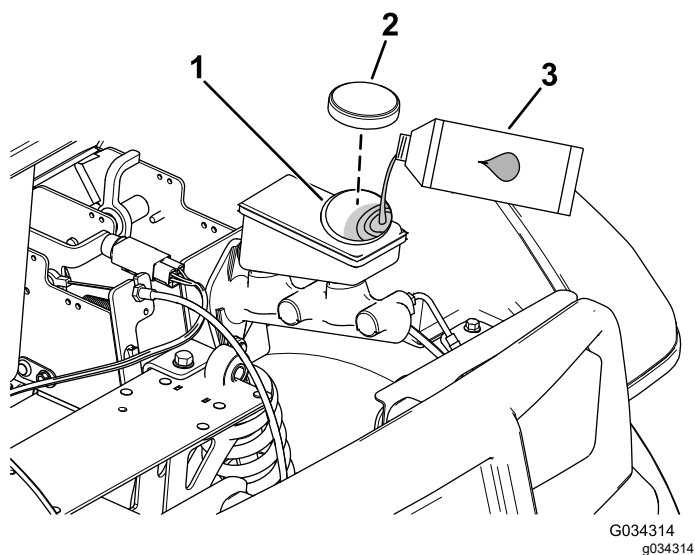

図 52
2. フードを持ち上げてブレーキのマスターシリンダとブレーキ液タンクにアクセスできるようにする 図 52。
- A. ウェスでタンクのキャップの周囲をきれいに拭いてキャップ外す 図 52。
- C. タンクにキャップを取り付ける 図 52。